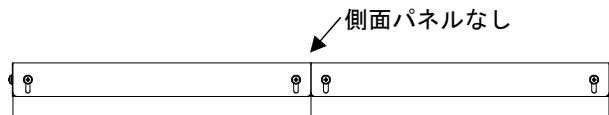

図6 連結盤使用時
- ・連結盤などにご使用される場合は、連結面の側面パネルを外して取付けてください。(図6)